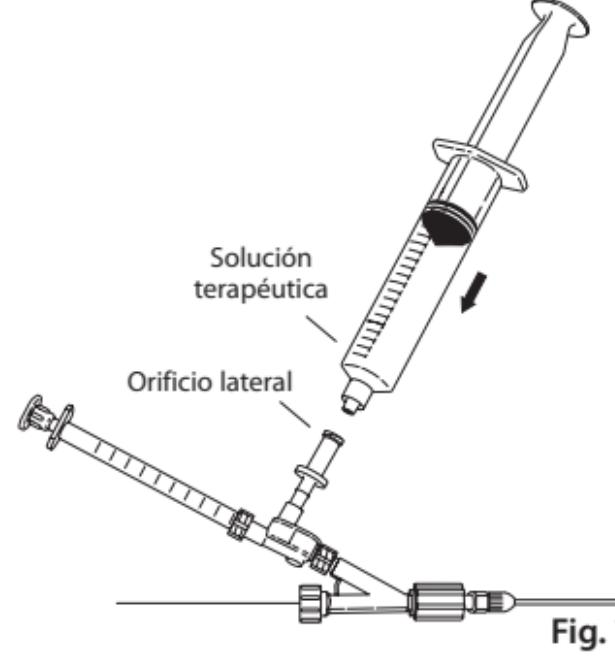

Fig. 7
- Para iniciar el procedimiento de la administración de solución terapéutica deseada, retire la jeringa de 20 mL con solución salina heparinizada y deje un poco de solución en el acoplamiento del orificio lateral. Antes de conectar otra jeringa llena de fluido al orificio lateral, asegúrese de que se han purgado todas las burbujas de aire. Vuelva a conectar la jeringa con solución terapéutica. (**Fig. 7**)